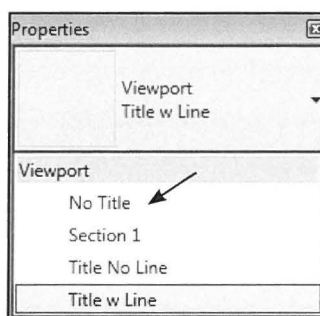

Fig. 16.42. Slet linien under tegningen.
- Vælg derefter *No Title* i *Properties* (Fig. 16.42).